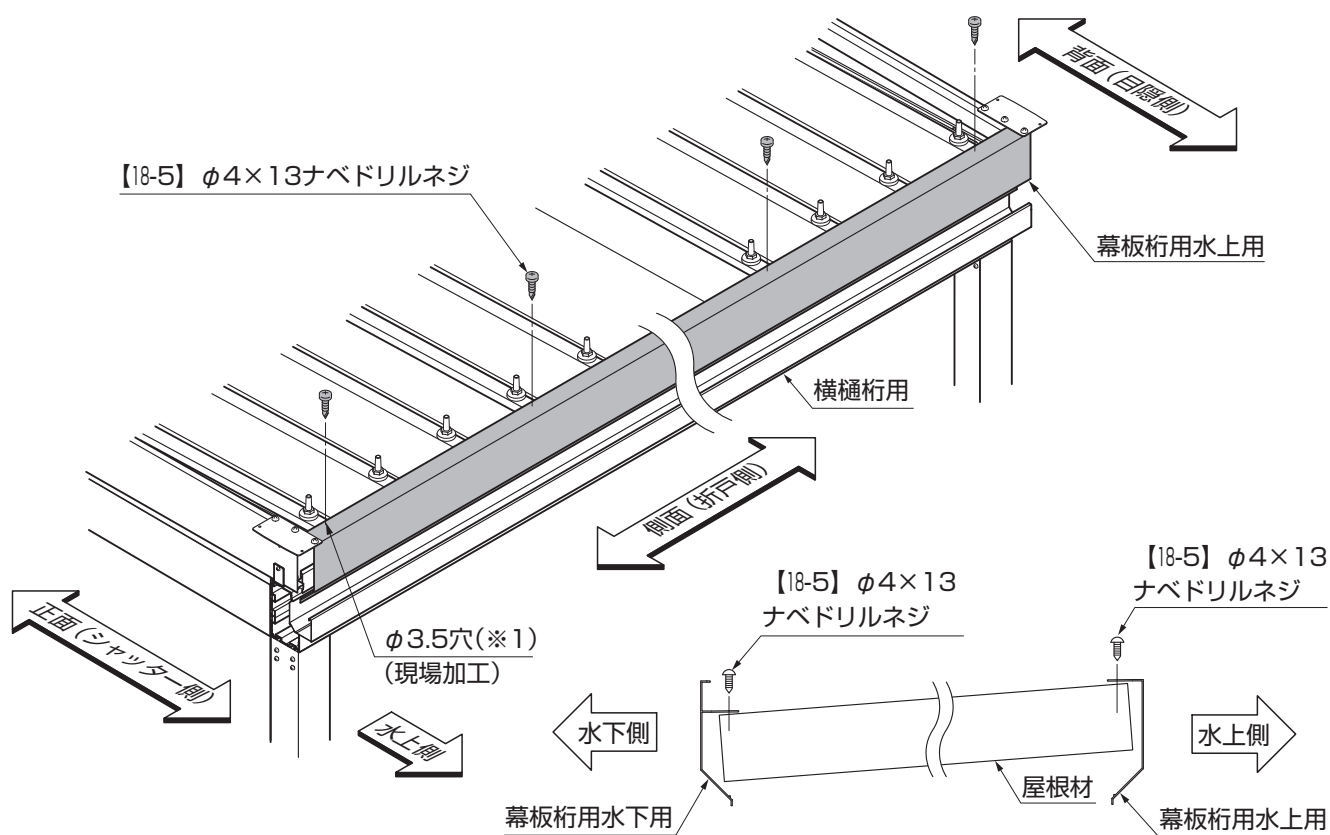

図17-4 幕板桁用の取付け
- 幕板桁用水上・幕板桁用水下用の取付け位置を確認してください。(図17-4参照)
- 幕板桁用水上と幕板桁用水下で取付高さが異なります。(図17-4参照)
- ⑤折板の山に合わせて、幕板桁用と折板屋根材にφ3.5(※1)の穴加工をして貫通させてください。
- ⑥幕板と折板を【18-5】で取付けてください。